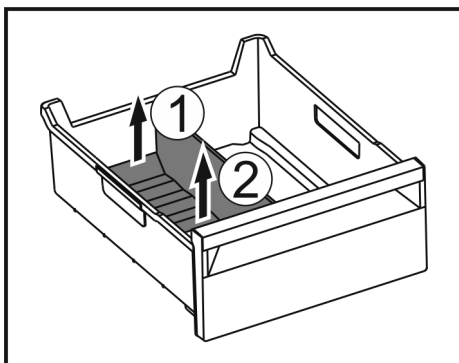

Fig. 183
- Повдигнете задната част на разделителя на отделението за лед. Fig. 183 (1)
- Извадете разделителя на отделението за лед нагоре. Fig. 183 (2)